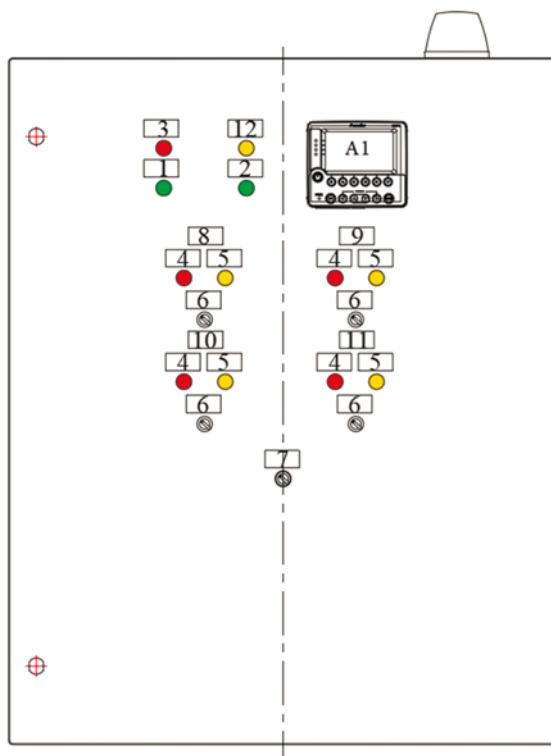

Рис. 4
6.4.3 Установить переключатель режимов (поз. 7, рис. 4) в положение «Ручной».
6.4.15 Для имитации обрыва цепи достаточно на панели внешних соединений шкафа управления отсоединить провод от лю-бой из двух клемм подключения кнопок. Для имитации короткого замыкания достаточно перемкнуть эти клеммы между со-бой. В первом случае на табло контроллера (поз. А1, рис. 4) должна появиться надпись: «Кнопка Пожар: Обрыв», во втором — «Кнопка Пожар: К.З.».
6.4.17 Выполнить настройку параметров и уставок согласно проектной документации в меню контроллера. Переключатель режимов (поз. 7, рис. 4) перевести в положение «Автоматический».